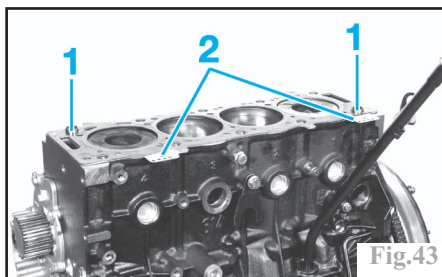

Fig.43
S'assurer de la présence des douilles de centrage (1) sur le bloc-cylindres et du sens correct du joint de culasse (2) (Fig.43).